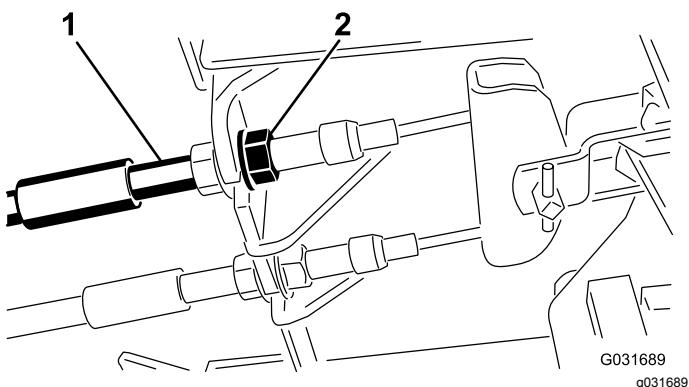

Рисунок 52
- Чтобы уменьшить свободный ход тормозных педалей, затяните тормоза, ослабив переднюю гайку на резьбовом конце троса тормоза (Рисунок 52).